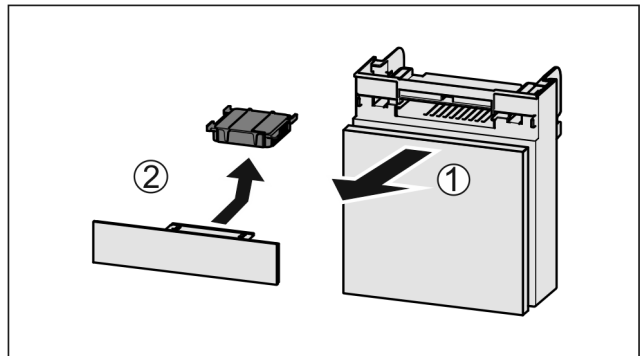

Fig. 61
- Lade vanaf de voorkant eruit trekken Fig. 61 (1).
- Actiefkoolfilter verwijderen Fig. 61 (2).